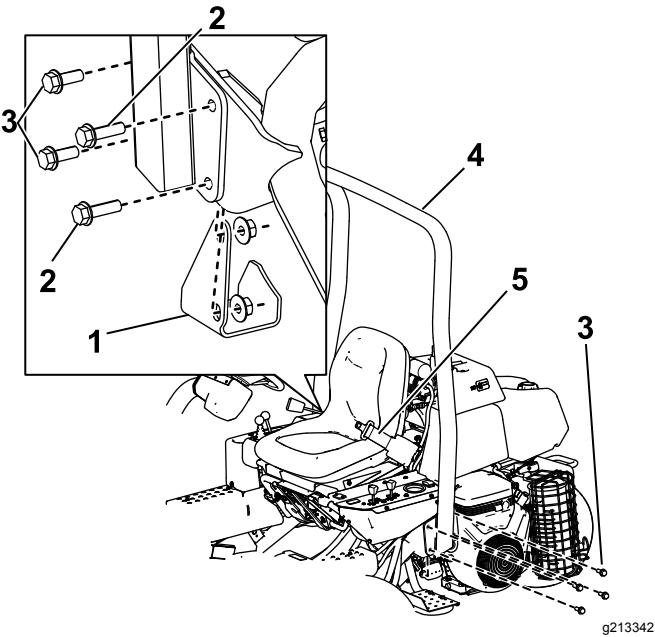

Рисунок 6
2. Опустите защитную дугу (Рисунок 6) на монтажные кронштейны, совместив монтажные отверстия.
3. Прикрепите левую сторону защитной дуги к монтажному кронштейну с помощью 4 болтов ( $\frac{1}{2}$  x  $1\frac{1}{2}$  дюйма) и контргаек (Рисунок 6).
дюйма) и контргаек, как показано на Рисунок 6.